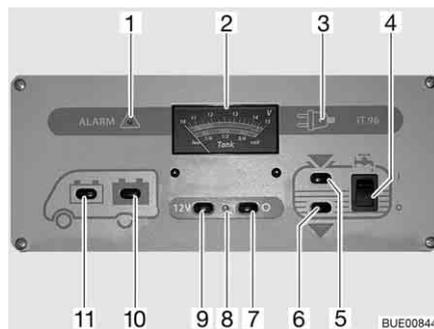

Fig. 135 Panel IT 96-2
El interruptor principal de 12 V (Fig. 135,7 y 9) conecta y desconecta el panel y la alimentación de 12 V del habitáculo.
- Pulsar el interruptor (Fig. 135,9) "12 V": La alimentación de 12 V del habitáculo está conectada. La luz de control (Fig. 135,8) se enciende de color verde.
- Pulsar el interruptor (Fig. 135,7) "O": La alimentación de 12 V del habitáculo está desconectada. La luz de control (Fig. 135,8) se apaga.
Observar la escala superior del instrumento indicador V/depósito (Fig. 135,2). El instrumento indicador se ilumina automáticamente al accionar el interruptor.
- Pulsar el interruptor (Fig. 135,11) "☰": Indica la tensión de la batería del motor de arranque.
- Pulsar el interruptor (Fig. 135,10) "☷": Indica la tensión de la batería del habitáculo.
Observar la escala inferior del instrumento indicador V/depósito (Fig. 135,2). El instrumento indicador se ilumina automáticamente al accionar el interruptor.
- Pulsar el interruptor (Fig. 135,5) "": Indica la cantidad de agua.
- Pulsar el interruptor (Fig. 135,6) "": Indica la cantidad de aguas residuales.
Conectar: ■ Pulsar el interruptor basculante (Fig. 135,4) por arriba "I": El suministro de agua está conectado.
Desconectar: ■ Pulsar el interruptor basculante (Fig. 135,4) por abajo "O": El suministro de agua está desconectado.
La luz roja de "ALARMA" (Fig. 135,1) parpadea en cuanto la tensión de la batería del habitáculo baja de 11 V (medición durante el servicio) y hay peligro de descarga completa.
Se enciende la luz de control de 12 V (Fig. 135,8) cuando se conecta el interruptor principal de 12 V (Fig. 135,9).
Se enciende la luz de control de 230 V (Fig. 135,3) amarilla cuando hay tensión de red en la entrada del bloque eléctrico.